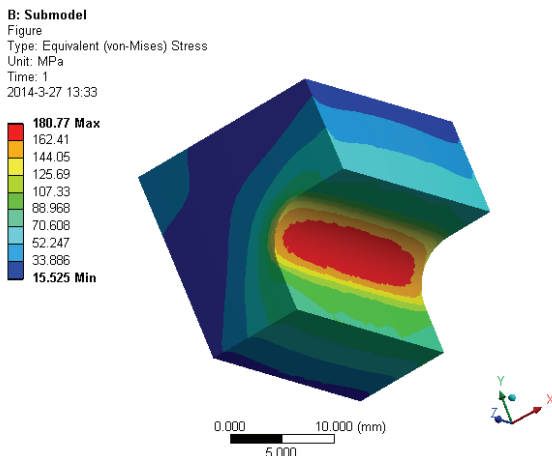

图 21-18 等效应力云图
7) 在 Outline 树结构图中的 Equivalent Stress 上单击右键, 在弹出的快捷菜单中选择 Evaluate All Results, 此时进行求解, 求解后得到的图形如图 21-18 所示。